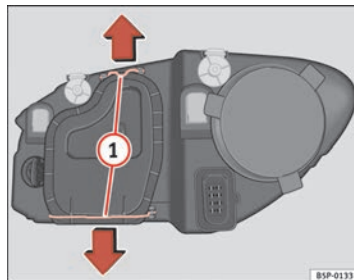

Fig. 179 Luz de cruce
- Desplace los tirantes ⇒ página 273, fig. 179 ① en el sentido de la flecha y saque la tapa.